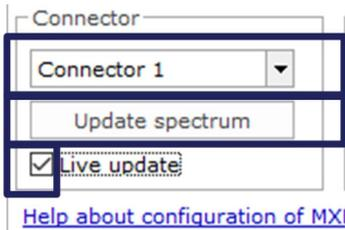

Fig. 5.9 **Update spectrum** (Mettre à jour le spectre)
► Changez le connecteur sélectionné dans la boîte **Connector** (Connecteur) (Fig. 5.9).
- Pour mettre à jour le spectre optique, appuyez sur le bouton **Update spectrum** (Mettre à jour le spectre) (Fig. 5.9).
- Pour une mise à jour continue, cochez la case **Live update** (Mise à jour en direct) (Fig. 5.9).